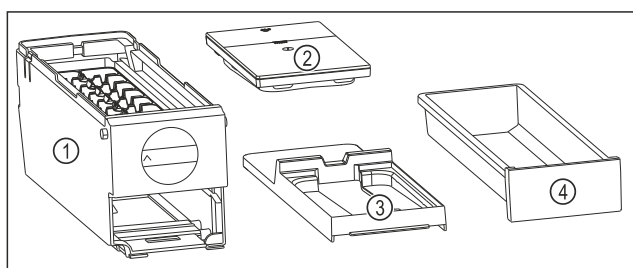

Fig. 113 Sestavni deli modula EasyTwist-Ice
- ▷ Modul EasyTwist-Ice je razstavljen na štiri dele. (glejte Fig. 113)
- ▶ Modul EasyTwist-Ice razstavite le na prikazane sestavne dele. (glejte Fig. 113)
- ▶ Glavni del EasyTwist-Ice Fig. 113 (1) očistite kot celoto.